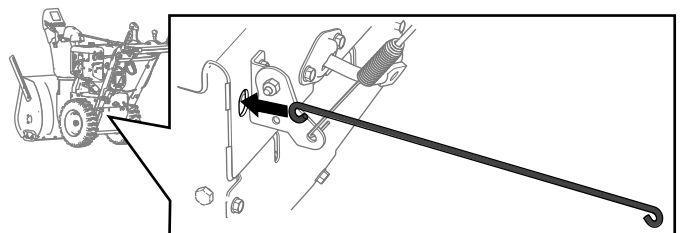

**Figura 10**
- Ligue a outra extremidade da barra à nova placa de tração utilizando um parafuso e porca incluídos neste kit Figura 10.